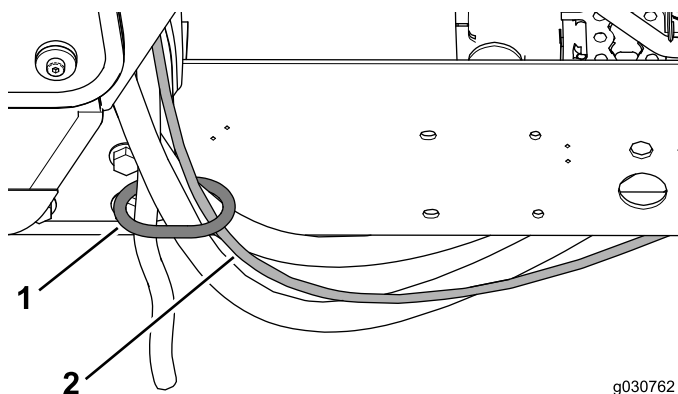

Figura 39
1. Enrute la manguera del lavaparabrisas a través del aro del soporte trasero de la cabina (Figura 39).